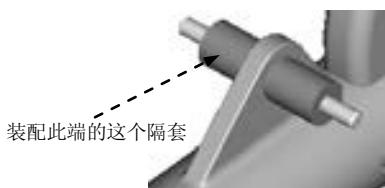

图 12.5.13 装配另一个零件隔套
- (2) 创建“插入”和平面“配对”装配约束，将零件隔套（bushing）装配到零件轴（Shaft）中。
Step13. 增加固定元件：装配另一个 bushing 零件。按与 Step12 相同的操作方法，装配另一个零件隔套（bushing），如图 12.5.13 所示。